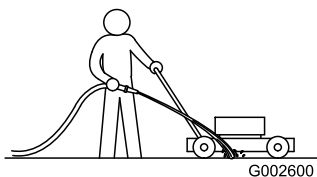

Figure 32
- Mettez le moteur en marche après avoir amené la machine sur une surface revêtue plane et dirigez un jet d'eau devant la roue arrière **droite** (Figure 32).